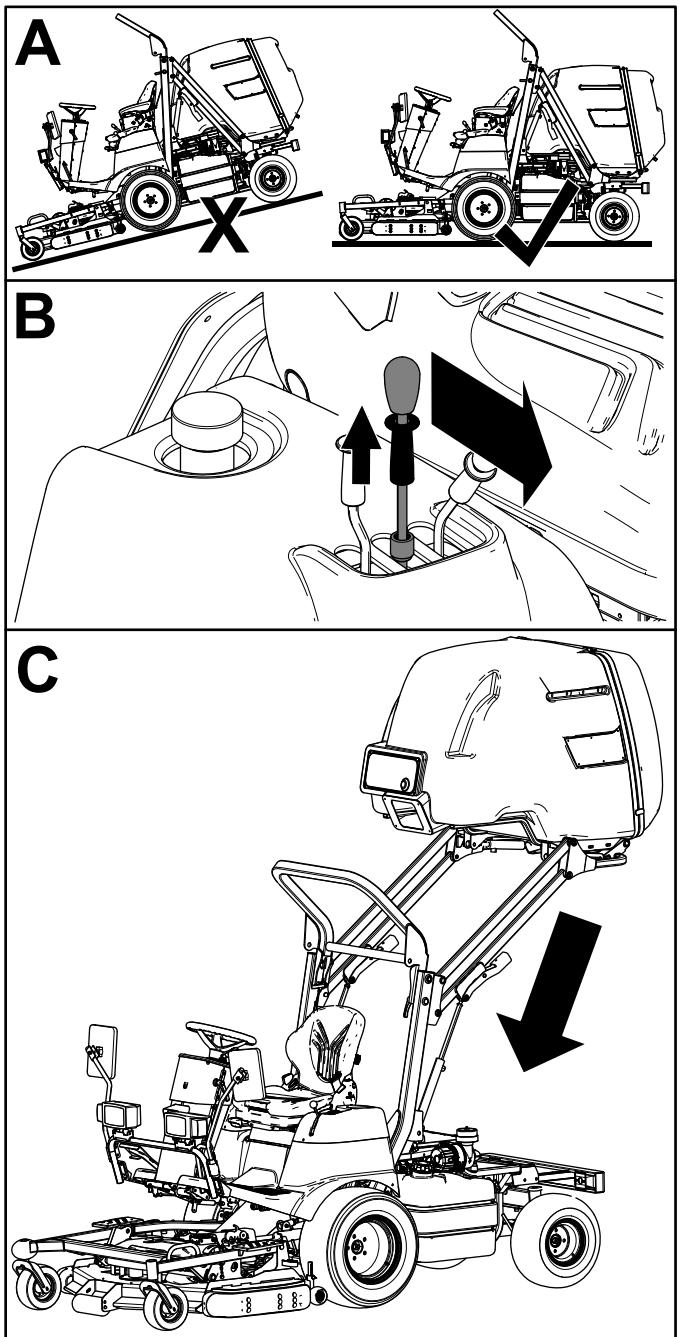

Figura 24
2. Puxe o aro de bloqueio da alavanca de elevação da tremonha para cima e move a alavanca totalmente para a frente para descer a tremonha (Figura 24).